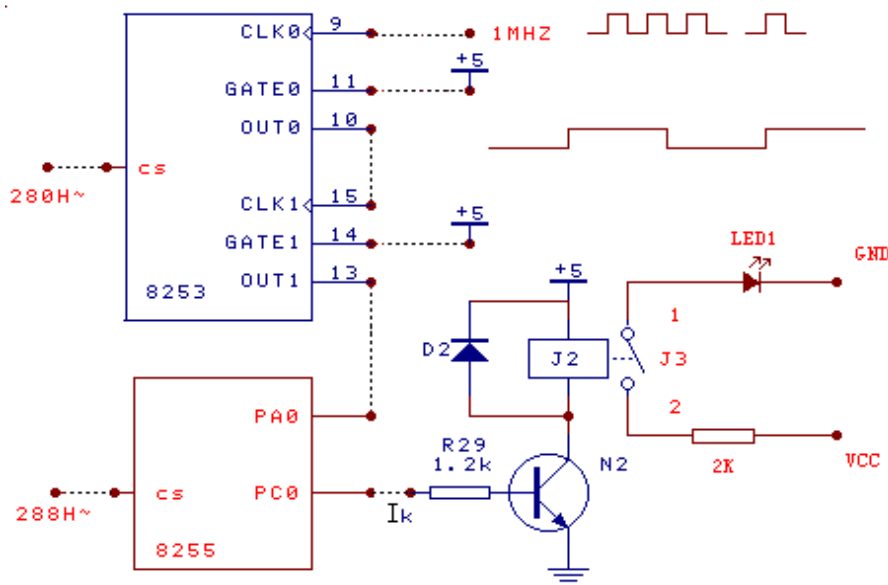

图4-9-1
1、实验电路如图4-9-1，按虚线连接电路：CLK0接1MHz，GATE0，GATE1，接+5V，OUT0接CLK1，OUT1接PA0，PC0接继电器驱动电路的开关输入端Ik。继电器常开触点串联一个发光二极管，编程使用8254定时，让继电器周而复始的闭合5秒钟(指示灯灯亮)，断开5秒钟(指示灯灯灭)。